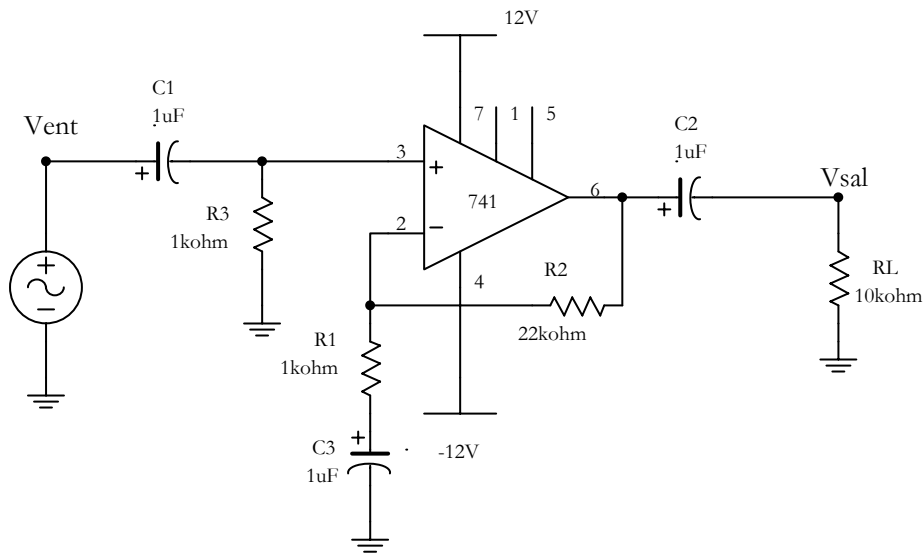

Figura 1
- 1.1. Armar el circuito de la Figura 1.
- 1.11. El circuito anterior es similar al de la Figura 1, aunque se ha alimentado el operacional con una sola fuente. Notar que se ha invertido la polaridad de C1. ¿Por qué se realizó este último cambio?